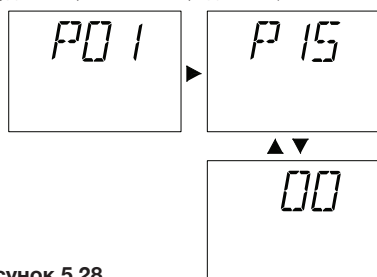

Рисунок 5.28
- Нажмите кнопку сброса 5 (Рисунок 5.25) и пролистайте параметры, пока не дойдете до параметра P15, предназначенного для настройки коэффициента K. На ЖК-дисплее последовательно отобразятся следующие символы (параметр P15 будет загораться поочередно с 00), см. Рис. 5.28.